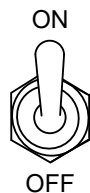

Figure 40. Interrupteur d'alimentation de la commande ON (MARCHE)
3. Placez l'**interrupteur Control Power** (Figure 40) en position **ON (MARCHE)**.